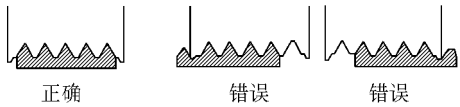

图 7-6 用手检查其肋槽的配合是否合适
4) 在安装传动带后，用手检查其与助槽的配合是否合适，如图 7-6 所示。